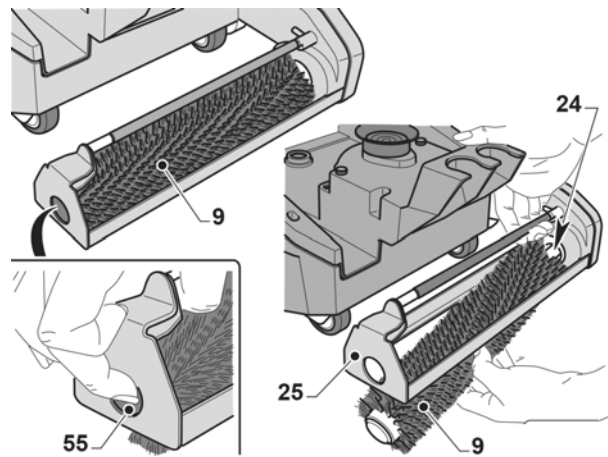

Abb. 26: Reinigung der Bürste
Schritt 1: Drücken Sie den Taster (Pos. 55, Abb. 26) im mittleren Bereich der Bürste (Pos. 9, Abb. 26).
Schritt 2: Heben Sie die Maschine leicht an und entnehmen Sie die Bürste (Pos. 9, Abb. 26), wie in der Abbildung dargestellt.
Schritt 4: Gehen Sie beim Wiederanbau in umgekehrter Reihenfolge vor und achten Sie darauf, dass Sie die Bürste (Pos. 9, Abb. 26) ordnungsgemäß auf die Welle (Pos. 24, Abb. 26) setzen, indem Sie sie drehen, bis sie fest auf der Platte (Pos. 25, Abb. 26) sitzt und ein Arretier-"Klick" zu hören ist.